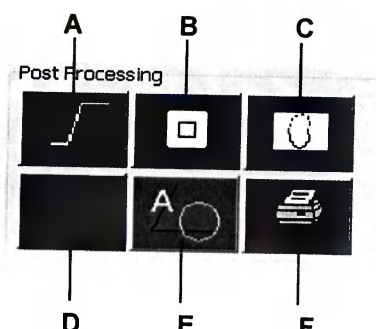

Рисунок 27
7.4.2.4.6 Зона «Постобработка» – см. рисунок 27.